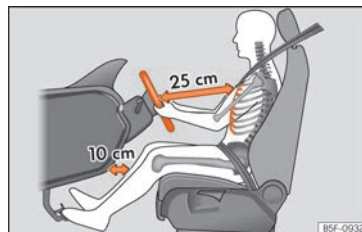

Fig. 83 Distancia correcta entre el conductor y el volante.
- Ajuste el volante de modo que quede una distancia mínima de 25 cm entre el volante y el tórax » **fig. 83.**
- Coloque el asiento del conductor de forma que quede una distancia mínima de 25 cm entre el tórax y el centro del volante » **fig. 83.** Si la distancia es inferior a los 25 cm, el sistema de airbags puede no protegerle correctamente.